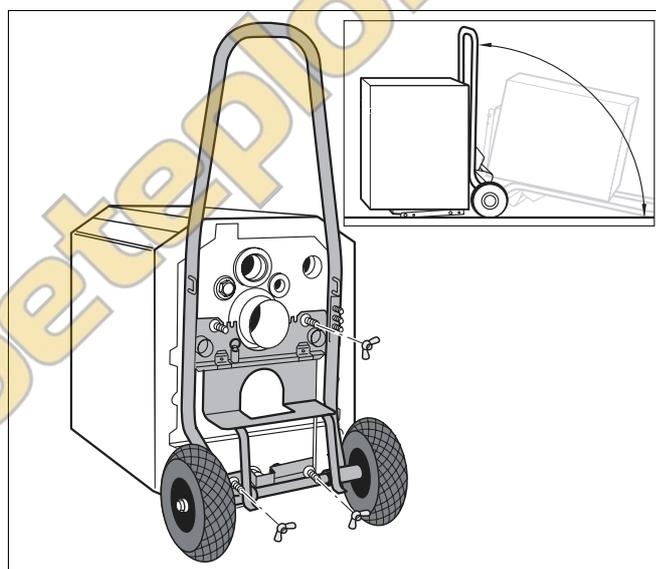

Рис. 7 Транспортировка отопительного котла на тележке
- Наклонить котел, используя какое-либо транспортное средство (→ глава Рис. 7, страница 15) или подложив деревянный брус.